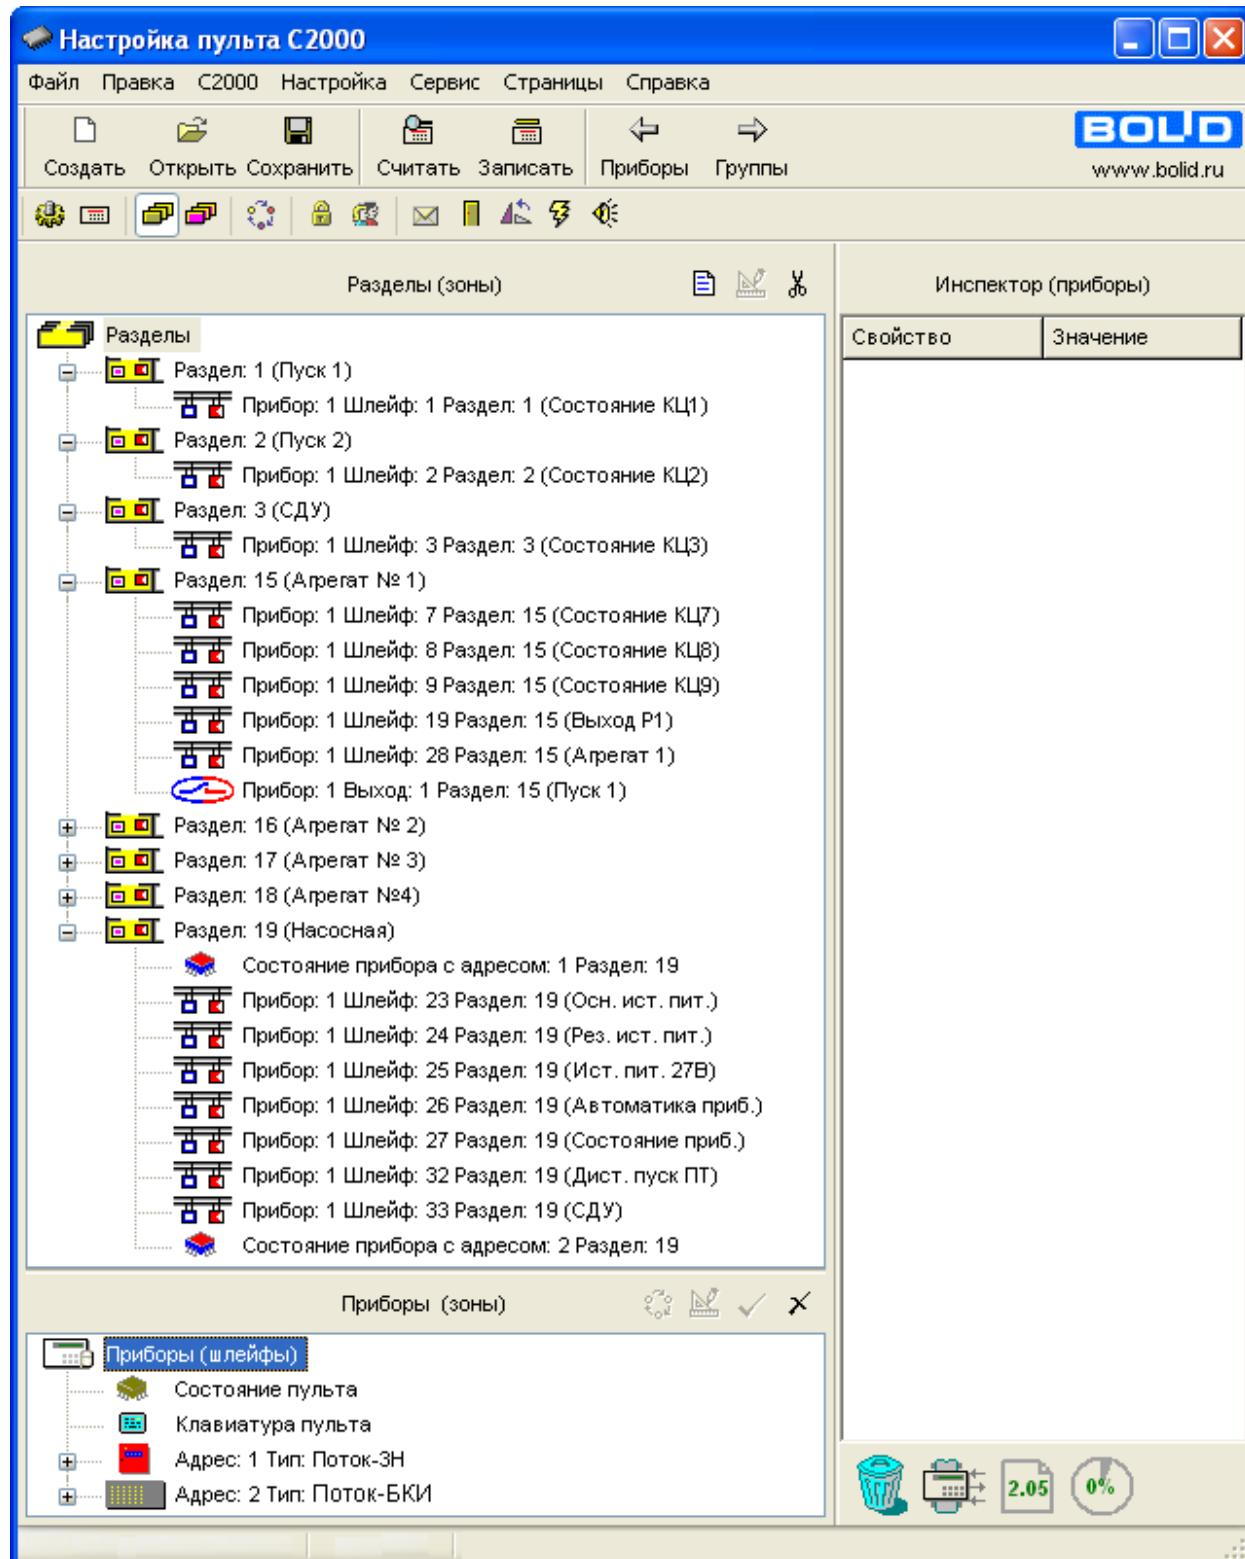

Рисунок 13
3. В раздел, отражающий состояние пожарного или жокей насоса, добавьте следующие зоны прибора «Поток-ЗН» (см. Рисунок 13):
5. В раздел, отражающий состояние насосной станции, добавьте следующие зоны (см. Рисунок 13):